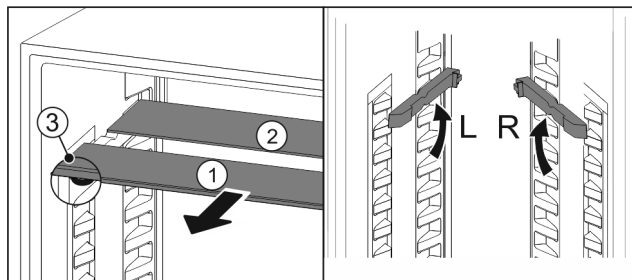

Fig. 25
- Vytiahnite sklené dosky jednotlivo dopredu Fig. 25 (1).
- ▷ Sklená doska *Fig. 25 (1)* s ozdobnou lištou leží vpredu.
- ▷ Zarážky *Fig. 25 (3)* ukazujú nadol.